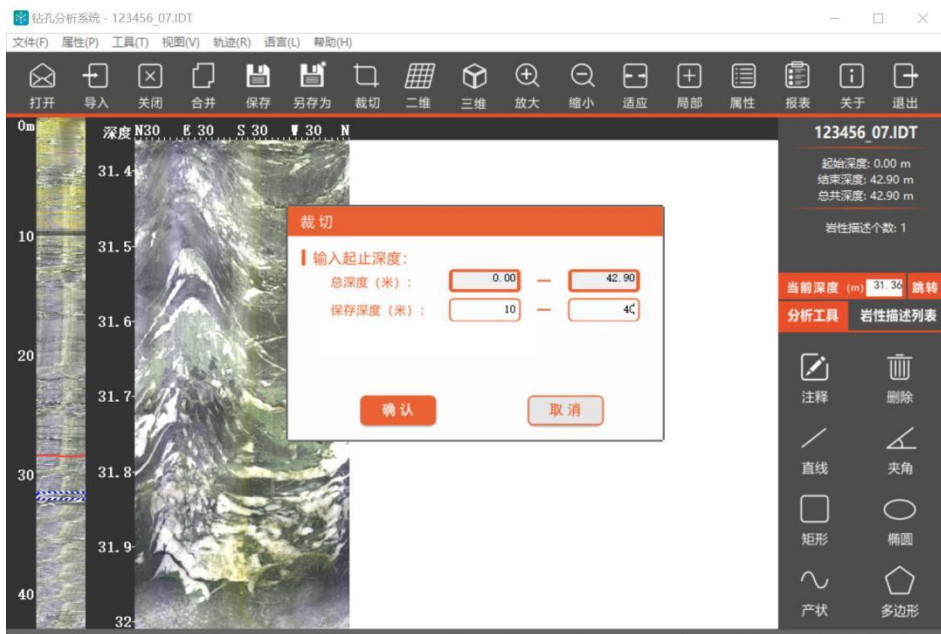

图 3-5 裁切界面
- 7) 裁切：对数据进行裁剪，保留部分数据，如图 3-5 所示，点击“裁切”，选择需要保存的深度，确认即可。